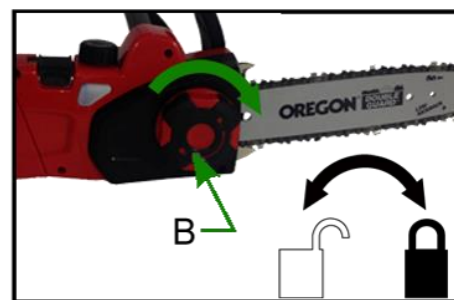

Fig. 4C
2. Serrez le bouton du capot latéral. La chaîne de scie est correctement tendue (Fig. 4C).